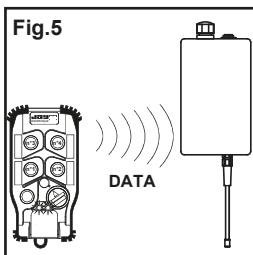

Fig.5
**Ein kurzer Druck auf "Ein/Hupe":** Der Sender sendet dem Empfänger die gewählte Kanalnummer und speichert den neuen Arbeitskanal (Fig.5).
**Ein längerer Druck auf "Ein/Hupe" (3 Sekunden):** Der Sender sendet dem Empfänger die Nummer des gewählten Kanals (auf allen Kanälen der Funkverbindung) und speichert den neuen Arbeitskanal. Warten Sie bis zum Ende des Blinkens der Kontrollleuchten ab (ungefähr 30 s (fig.5) (*Dieses längere, aber empfehlenswerte Verfahren sollte benutzt werden, wenn man den ursprünglichen Arbeitskanal des Senders nicht kennt.*)